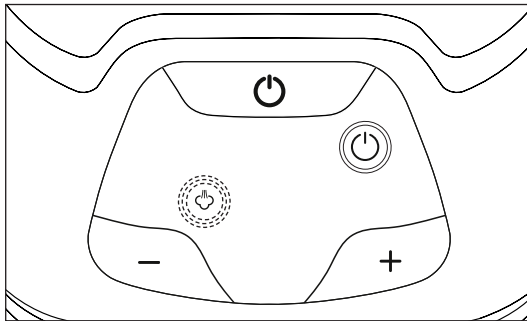

Fig. 6
- 2) Tryk på tænd-/sluk-knappen **13** for at tænde for produktet. Kontrollampen tænd/sluk **14** lyser blå, og dampkontrollampen lav **13** blinker blå (se fig. 6).